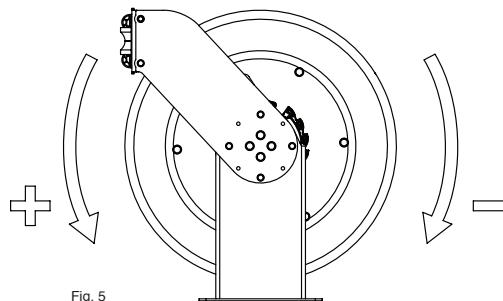

Fig. 5
6. Apply the pre-tension to the power spring by turning the spool the number of turns indicated below, depending on the power spring version and the hose length (fig. 5).
6. Snurra trumman för att skapa förspänning i fjädern, antalet varv beror på slanglängd och dimension, se tabell (fig 5.)
6. Spannen Sie die Schlauchfeder vor, indem Sie abhängig vom Trommelfedertyp und der Schlauchlänge die angegebene Anzahl von Drehungen an der Schlauchtrömmel ausführen (Abb. 5).
4. Turn the spool to increase or decrease the power spring tension (fig. 5).
4. Snurra på trumman för att öka eller minska på fjäderspänningen (se fig 5).
4. Drehen Sie die Schlauchtrömmel, um die Federspannung zu erhöhen oder zu reduzieren (Abb. 5).